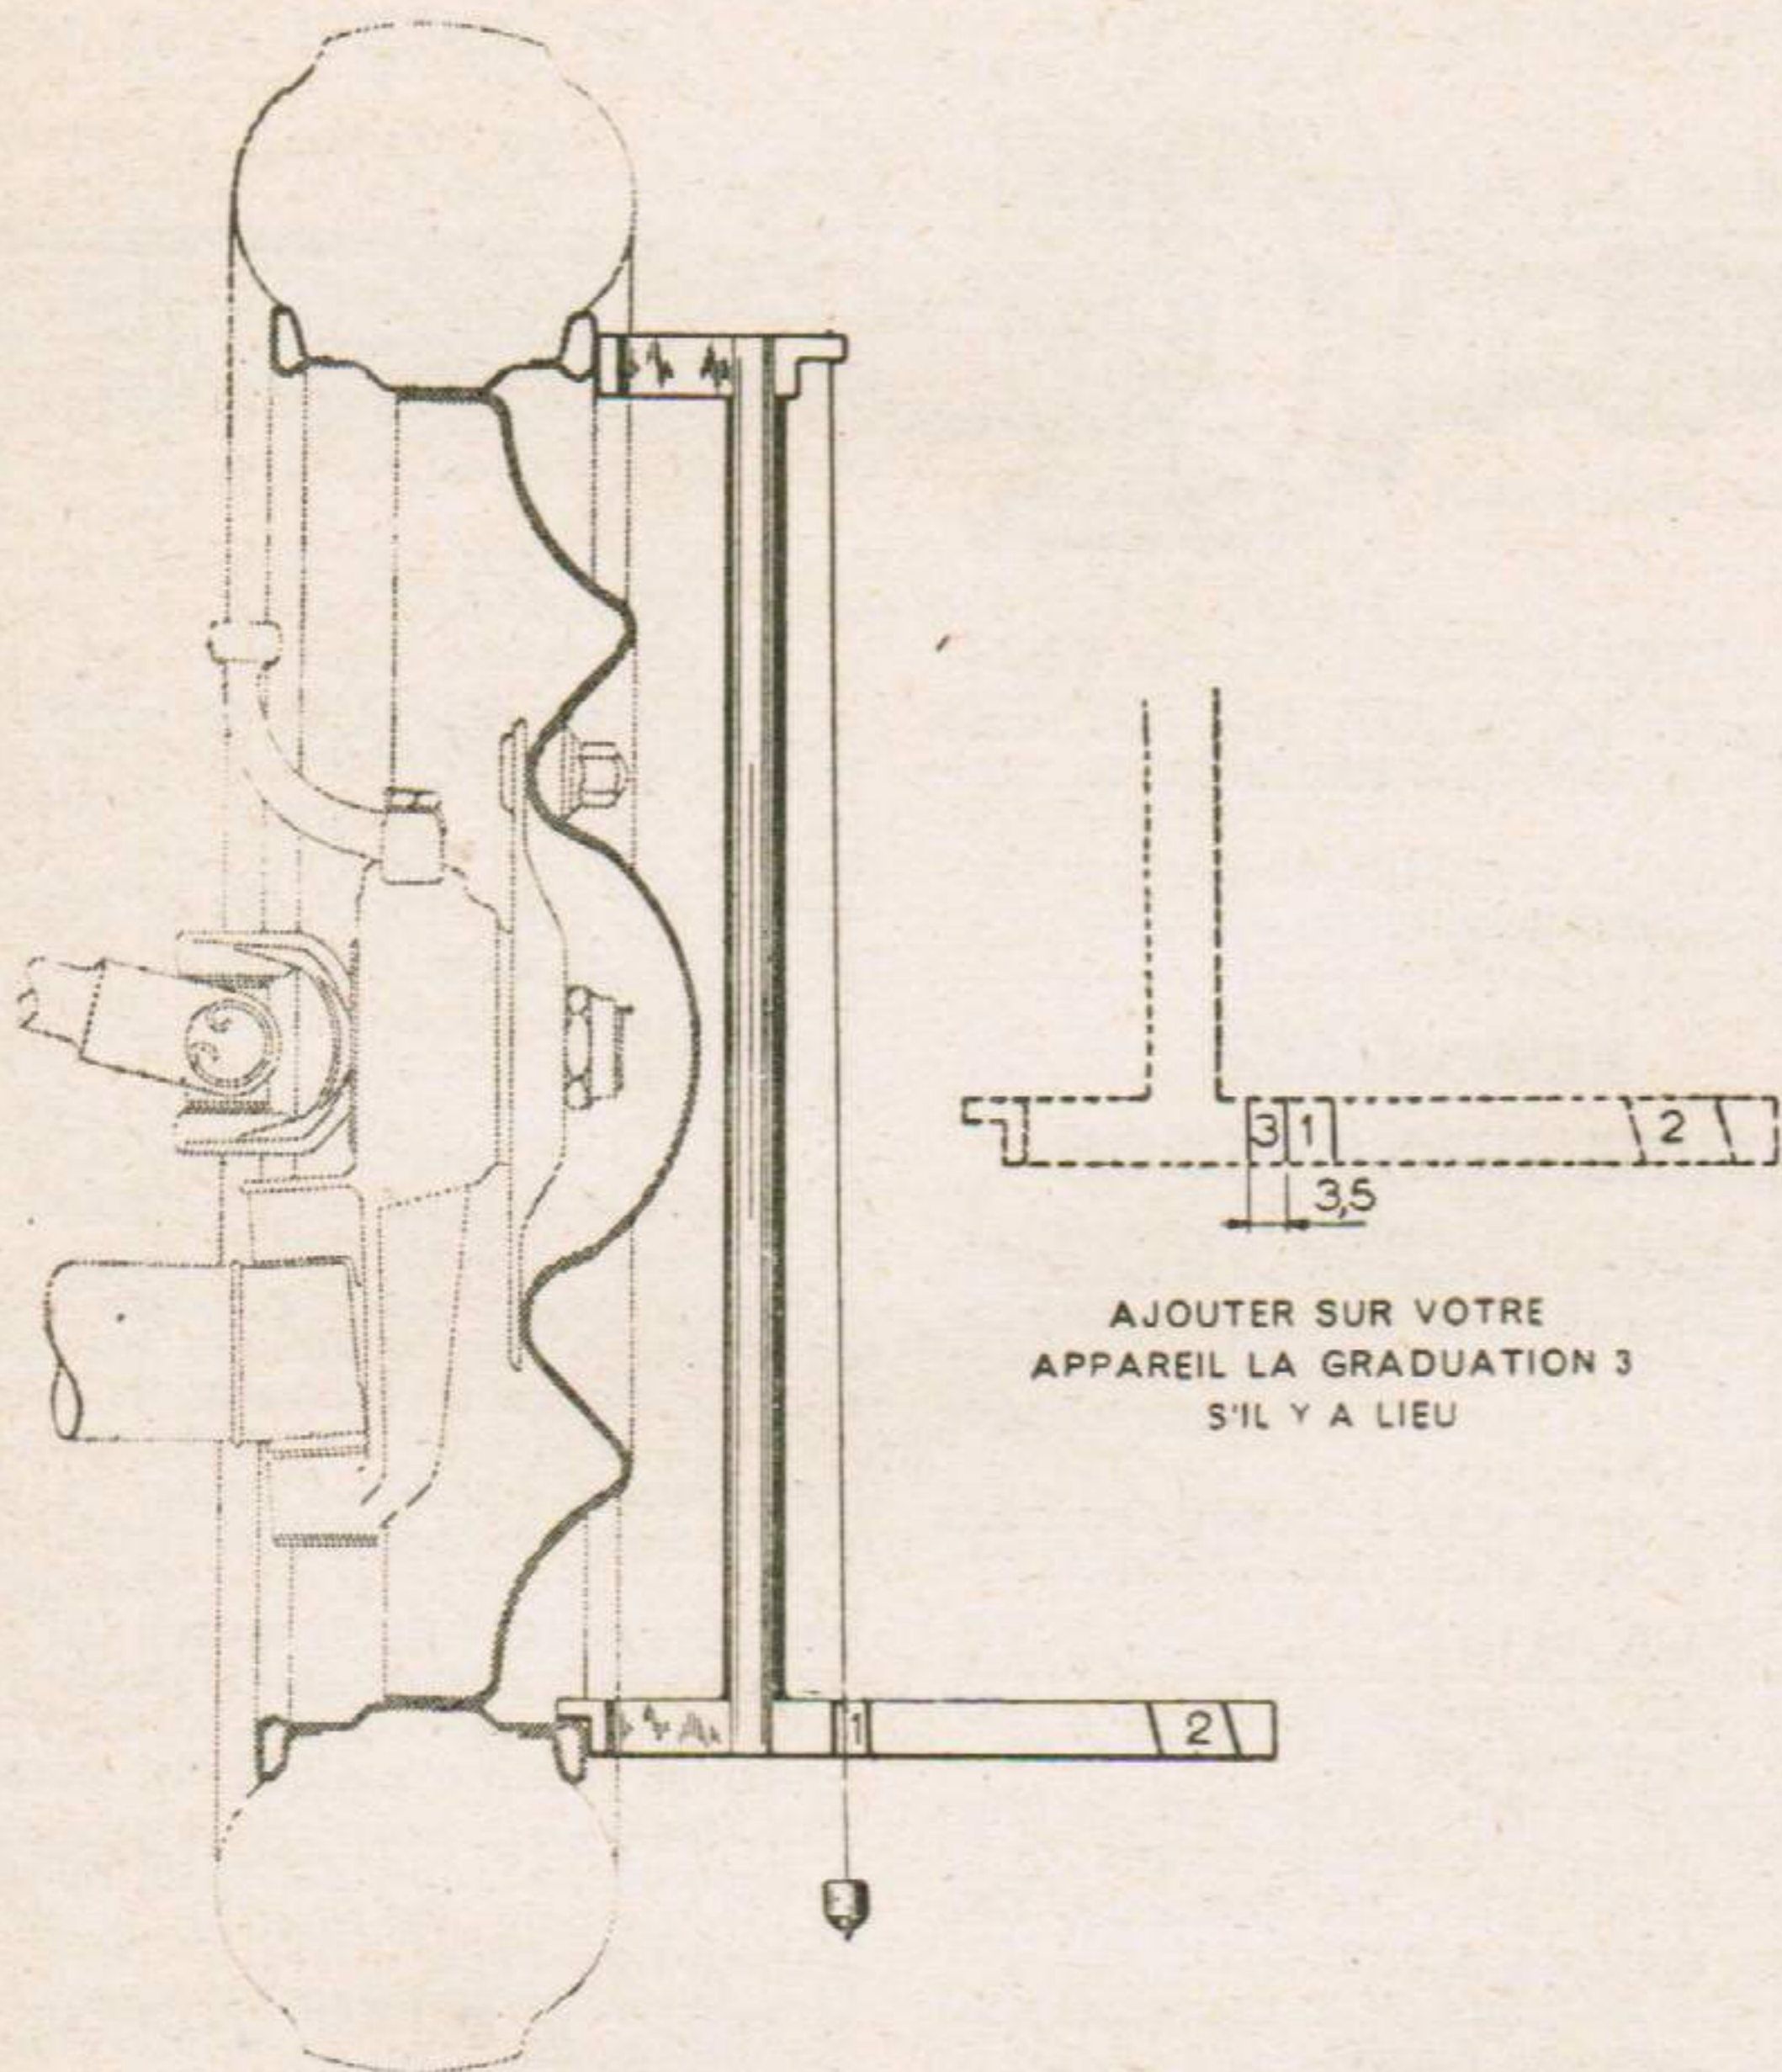

Fig. 38. — Vue de l'appareil 2.315 - VA pour contrôle du carrossage
- Mesurer le carrossage de la roue dans ces conditions. Le fil doit être dans la zone (1) de l'appareil 2315-V A (figure 38) qui correspond à la verticale. Sinon, déposer le bras pour le contrôler comme indiqué au paragraphe spécial.